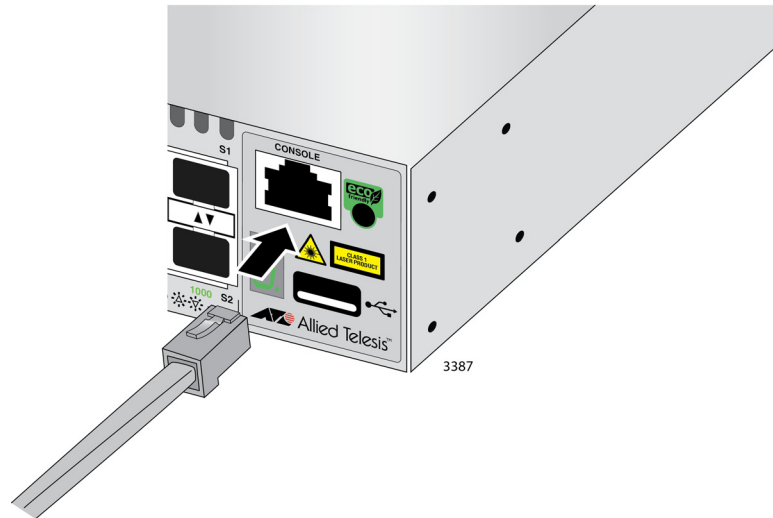

Рисунок 33. Подключение кабеля управления к консольному порту
1. Подключите коннектор RJ-45 кабеля управления к консольному порту на передней панели коммутатора, как это показано на рис. 33 на стр. 70.